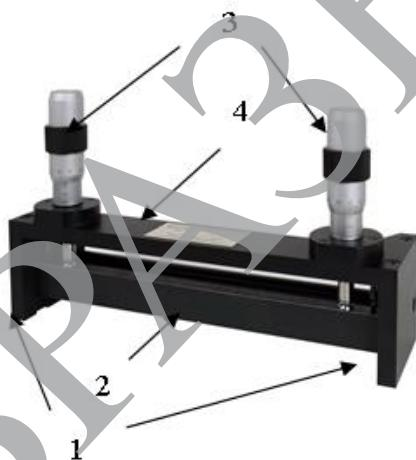

Рисунок 1 – Внешний вид аппликатора
1.3.2 Аппликатор имеет две опорные базы (поз.1, рисунок 1) и пластину (поз.2, рисунок 1). Основания опорных баз и пластина образуют прямоугольный паз. Пластина перемещается плоскоПараллельно. Две микрометрические головки (поз. 3, рисунок 1), установленные на крышке (поз. 4, рисунок 1), позволяют регулировать величину глубины прямоугольного паза.